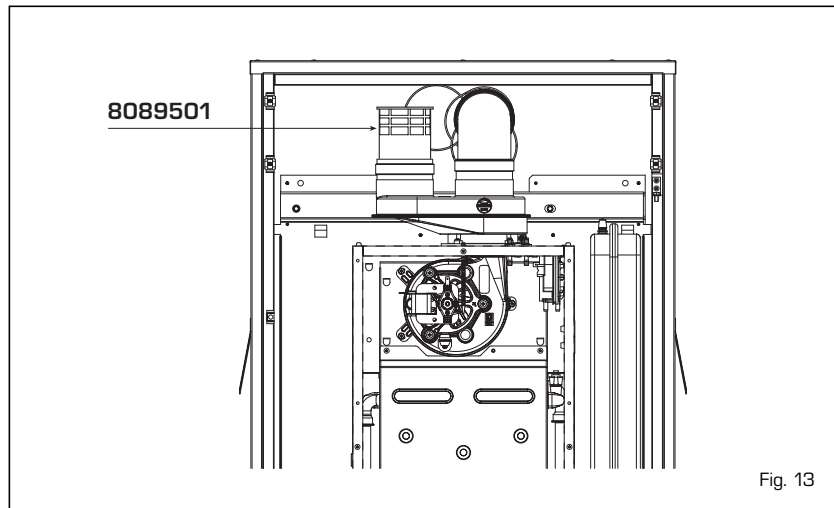

Fig. 13
2.9 EVACUACIÓN FORZADA TIPO B22P-B52P (fig. 13)
Para el montaje del desdoblador, véase el punto 2.8.1. Proteja entonces la aspiración con el accesorio opcional cód. 8089501 (fig. 13).